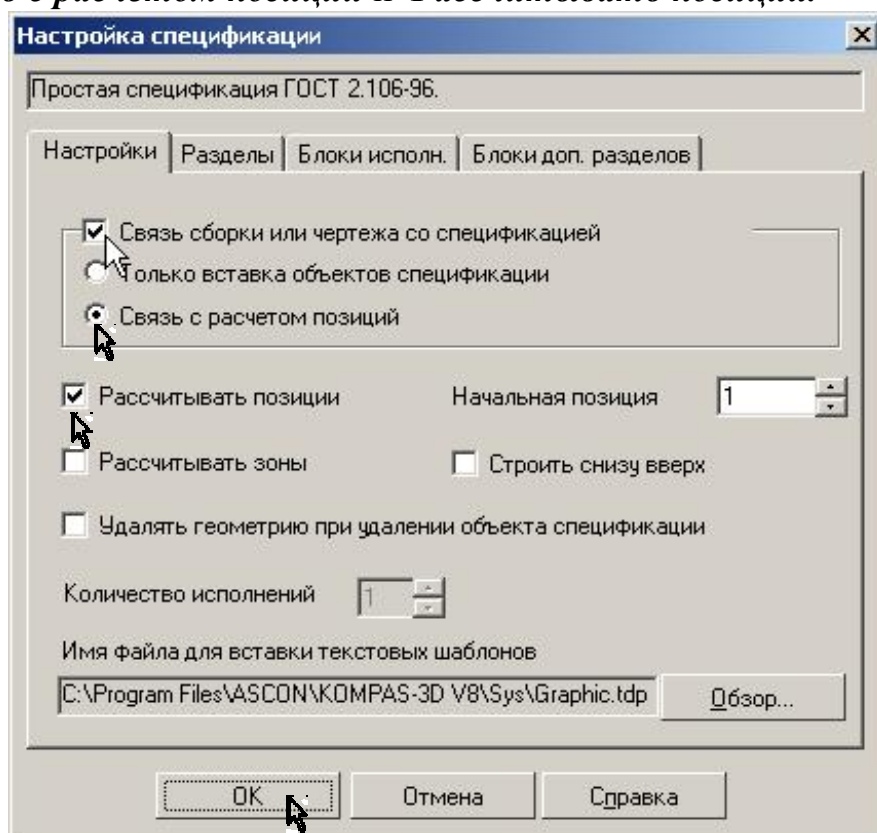

Рис. 65
- 2) Выполните команду **Формат – Настройка спецификации** или нажмите кнопку  на инструментальной панели. На экране появится диалоговое окно **Настройка спецификации**, рис. 65. Проверьте, включены ли команды **Связь сборки или чертежа со спецификацией**, **Связь с расчетом позиций** и **Рассчитывать позиции**.